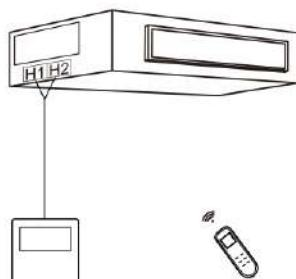

Fig. 5.4.2
- 2) La Fig. 5.4.2 illustra l'installazione del comando a senza filo.